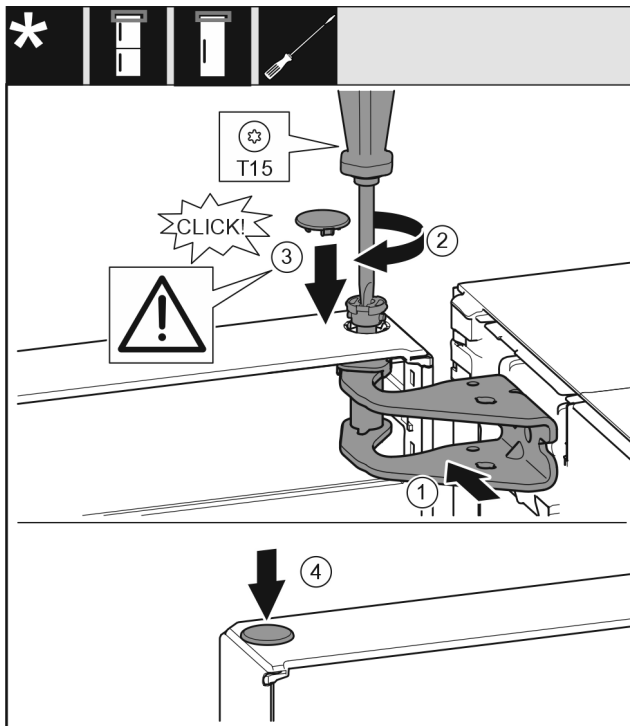

Fig. 21
- ▶ Вирівняйте дверцята зверху по отвору в опорному кронштейні. Fig. 21 (1)
- ▶ Вставте палець та закрутіть за допомогою викрутки T15. Fig. 21 (2)
- ▶ Встановіть захисну кришку для захисту дверцят: вставте захисну кришку і проконтролюйте, щоб вона прилягала до дверцят. Якщо це не так, повністю вставте палець. Fig. 21 (3)
- ▶ Вставте пробку. Fig. 21 (4)